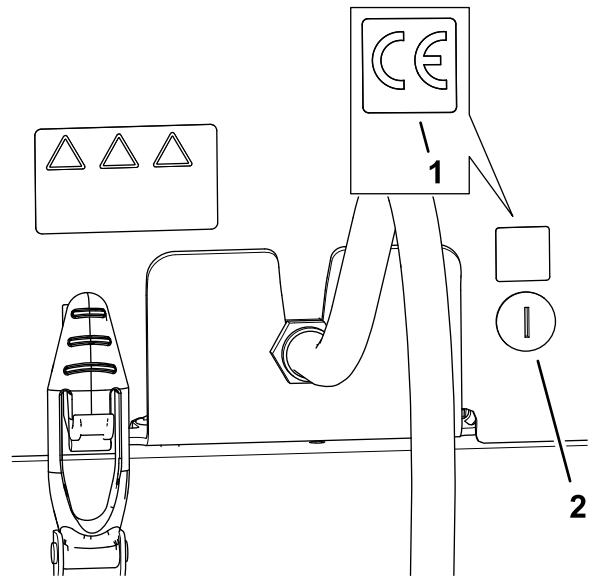

图 38
1. 使用外用酒精和干净的抹布清洁机罩门锁旁边的区域并让机罩晾干图 38。